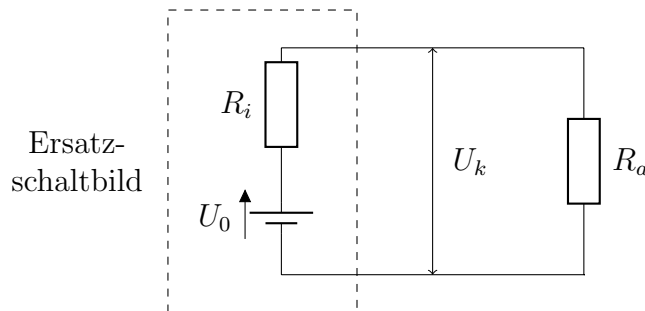

Abbildung 1: Reale Spannungsquelle in einem Stromkreis
Wird ein solcher Stromkreis, an dem die Spannung  $U_0$  anliegt, im Experiment betrachtet gilt diese Gleichung nicht für  $U = U_0$ . Das liegt daran, dass eine reale Spannungsquelle immer einen Innenwiderstand  $R_i$  hat, der den Stromfluss beeinflusst. Im Schaltbild und in der Rechnung kann eine solche reale Spannungsquelle wie eine ideale Spannungsquelle betrachtet werden, hinter der ein Widerstand der Größe  $R_i$  geschaltet ist (siehe Abbildung 1). Dann gilt wie gewohnt (1):